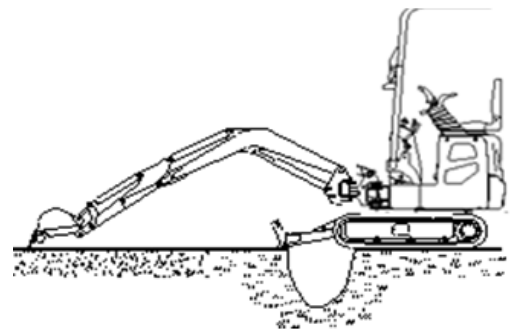
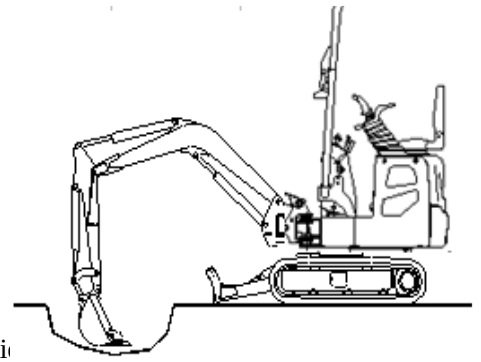

FIG.4-13
FIG. 4-14
- 6) Cuando la máquina entra en una depresión o pasa por una pista, puede usar brazo y pluma para ayudar a la máquina a pasar (FIG. 4-13) (FIG. 4-14).